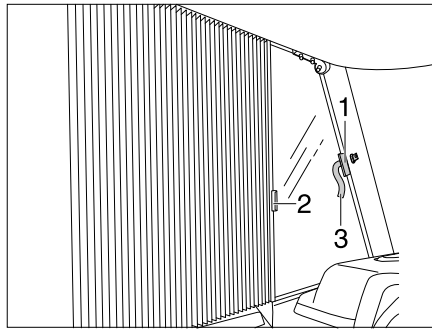

Fig. 13 Fixer le dispositif occultant plissé pour la fenêtre côté conducteur/passager
- Pousser les dispositifs occultants plissés pour les fenêtres côté conducteur et passager en dessous des recouvrements avec les poignées (Fig. 13,2) et les fixer avec les boucles de fermeture Velcro (Fig. 13,1 et Fig. 13,3). Le dispositif occultant plissé est bloqué.